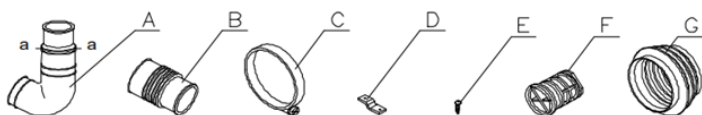

Fig. 2
- Accesorii pompă: A-G (vezi Fig. 2 – Accesorii) -
Dacă nu aveți nevoie de această conexiune, utilizați piesa de schimb F (dop - vezi Fig. 2), introduceți-o în direcția desemnată în conexiunea laterală și rotiți-o la 90 de grade pentru a o bloca în poziție.
Dacă utilizați Ø40 mm, conform Fig. 2, tăiați partea de Ø32 mm (secțiunea a-a).